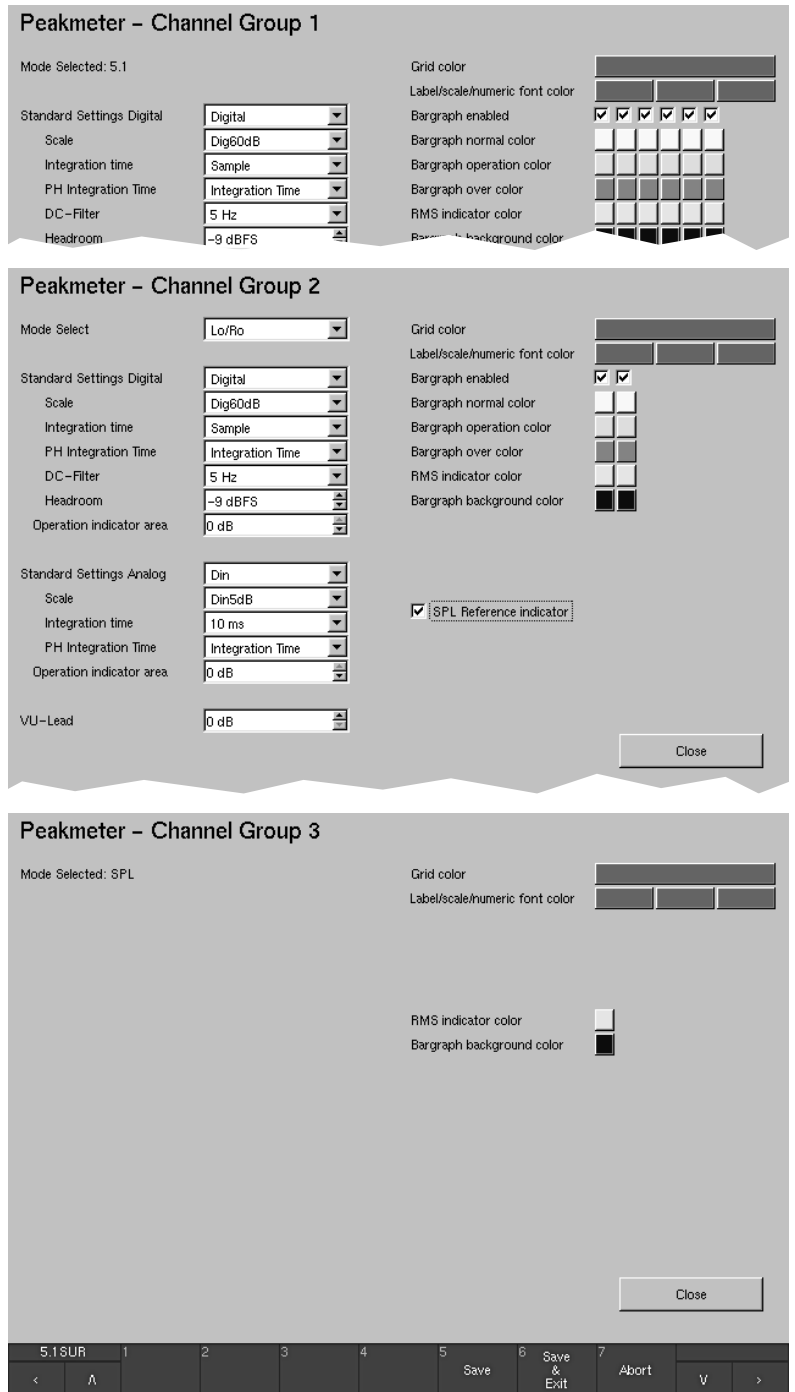

Bild 6-38: Beispiele für die „Peakmeter – Channel Group“-Menü-Seiten im Surround-Modus
- Die „**Downmix - Channel Group**“-Menü-Seite wird mit der Schaltfläche „Channel Group“ auf der „**Two Channel Downmix Settings**“-Menü-Seite geöffnet (siehe Abschnitt 6.5.1.7. und Bild 6-38).